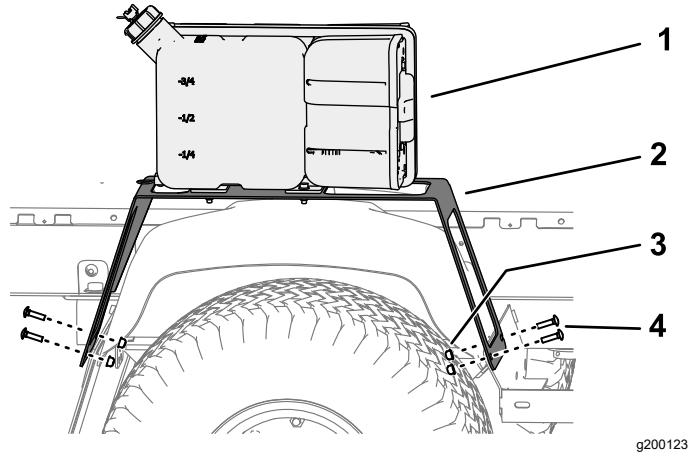

Figure 6
3. Alignez les trous dans la jambe avant du support et les trous dans la patte de fixation d'aile et l'aile (Figure 6).
4. Fixez le support à la patte de fixation d'aile et à l'aile à l'aide de 2 boulons de carrosserie (5/16" x 1 1/4") et 2 contre-écrous à embase (5/16"), comme montré à la Figure 6.
5. Alignez les trous dans la jambe arrière du support et les trous dans le pare-boue, la patte de fixation d'aile et l'aile (Figure 6).
6. Fixez le support au pare-boue, à la patte de fixation et à l'aile à l'aide de 2 boulons de carrosserie (5/16" x 1 1/4") et 2 contre-écrous à embase (5/16"), comme montré à la Figure 6.